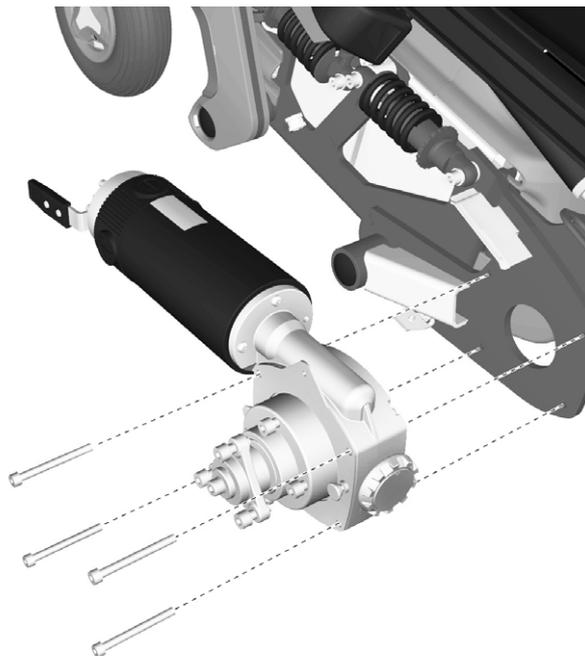

Abbildung 50. Montage/Demontage der Antriebsmotoren.
1. Antriebsmotor mit vier Schrauben und zugehörigen Beilagscheiben montieren. Siehe Abbildung. 50.